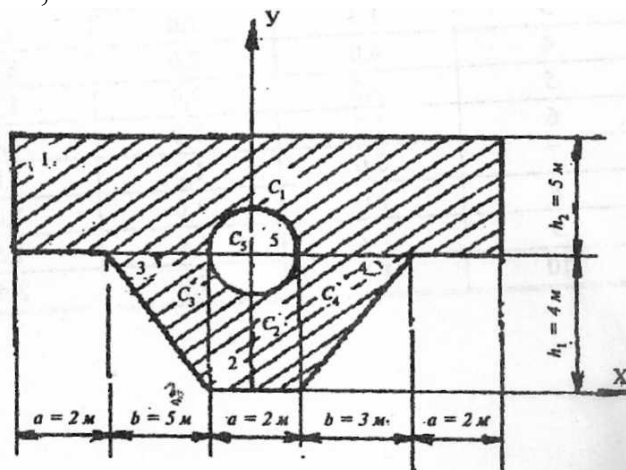

Рисунок 5.1- Сечение для расчета центра тяжести
**Пример.** Определим положение центра тяжести сечения, состоящего из простых геометрических фигур (рисунок 5.1).